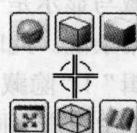

图 1-11 视图显示按钮
- \* 在工作区中按住鼠标右键1~2秒，会弹出6个视图显示按钮（如图1-11所示），单击其中的按钮即可转换至相应的视图模式。